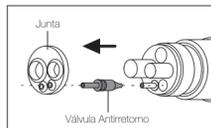

Fig. 47
- 2 Remova a junta posterior (Fig. 47).
- 3 Puxe e retire o tubo de água e substitua a válvula antirretorno (Fig. 47).